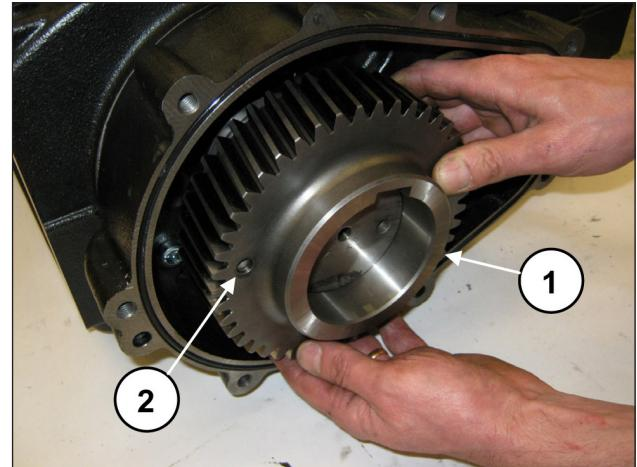

Fig. 14
Retire a coroa (pos. ①, Fig. 14). Se necessário, é possível usar um martelo perfurador para aplicar nos dois furos M8 (pos. ②, Fig. 14).